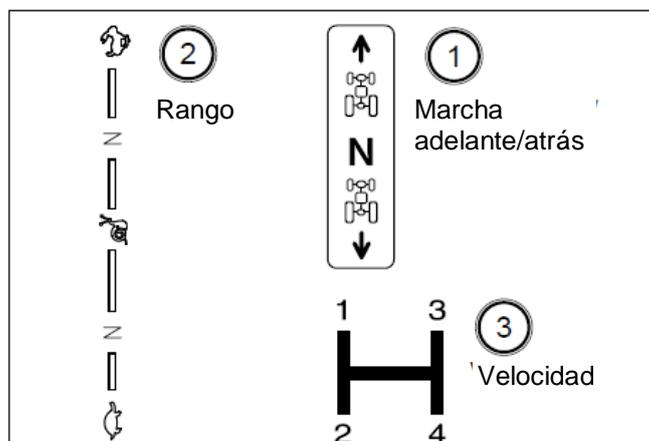

FIG. 78
FIG. 78: Permite desplazar la palanca de sentido de la marcha (1), la palanca de selección de rango (2) y la palanca de cambio de velocidad (3) con el tractor en movimiento.